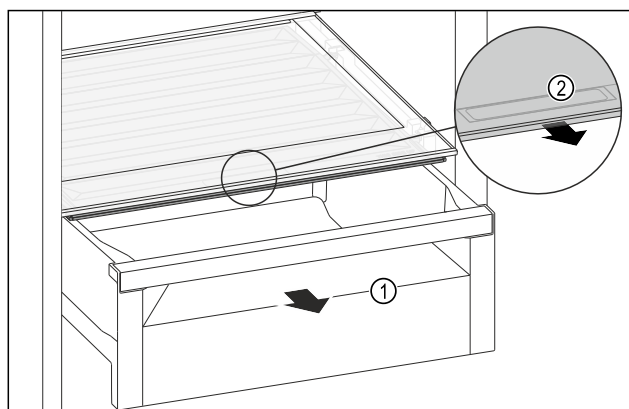

Fig. 108
- Zásuvku Fig. 108 (1) vytáhněte.
- Uchopte prohlubeň pro rukojeť Fig. 108 (2) na víko zásuvky a současně zatáhněte za víko zásuvky směrem dopředu.